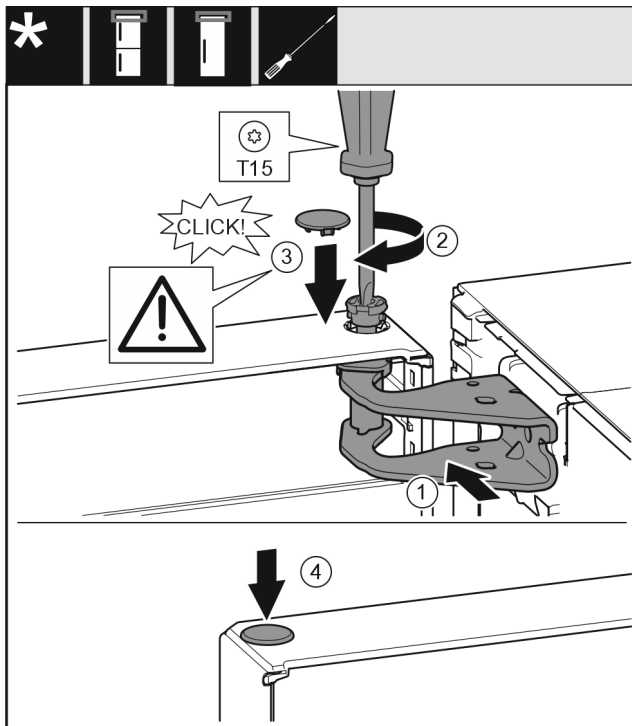

Fig. 18
- ▶ Ευθυγραμμίστε την πόρτα επάνω με το άνοιγμα στο στήριγμα. Fig. 18 (1)
- ▶ Τοποθετήστε τον πείρο και σφίξτε με κατσαβίδι T15. Fig. 18 (2)
- ▶ Τοποθετήστε το κάλυμμα ασφάλισης για την ασφάλιση της πόρτας: Τοποθετήστε το κάλυμμα ασφάλισης και ελέγξτε εάν εφαρμόζει στην πόρτα. Διαφορετικά, τοποθετήστε ολόκληρο τον πείρο. Fig. 18 (3)
- ▶ Τοποθετήστε την τάπα. Fig. 18 (4)